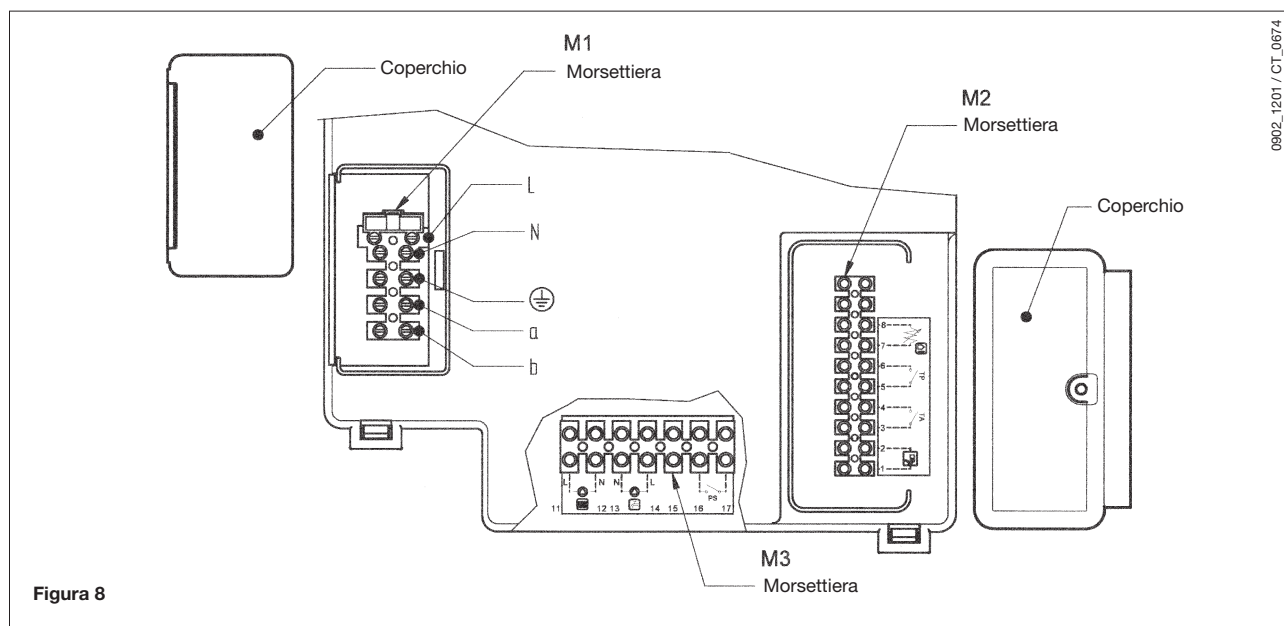

Figura 8
- Il fusibile, del tipo rapido da 3,15 A, è incorporato nella morsettiera di alimentazione (figura 8). Estrarre il portafusibile colore nero per il controllo e/o sostituzione.
Ruotare verso il basso la scatola comandi ed accedere alle morsettiere M1 e M2 destinate ai collegamenti elettrici togliendo i due coperchi di protezione (vedere figura 8).
Il regolatore climatico SIEMENS modello QAA73 (accessorio a richiesta) deve essere collegato ai morsetti 1-2 della morsettieria M2 di figura 8.
La sonda esterna SIEMENS modello QAC34 (accessorio a richiesta) deve essere collegata ai morsetti 7-8 della morsettiera M2 di figura 8.